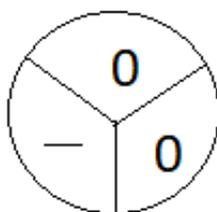

Рисунок 6
1. Для первого узла определяет $t_1^P = 0$ (рисунок 6).